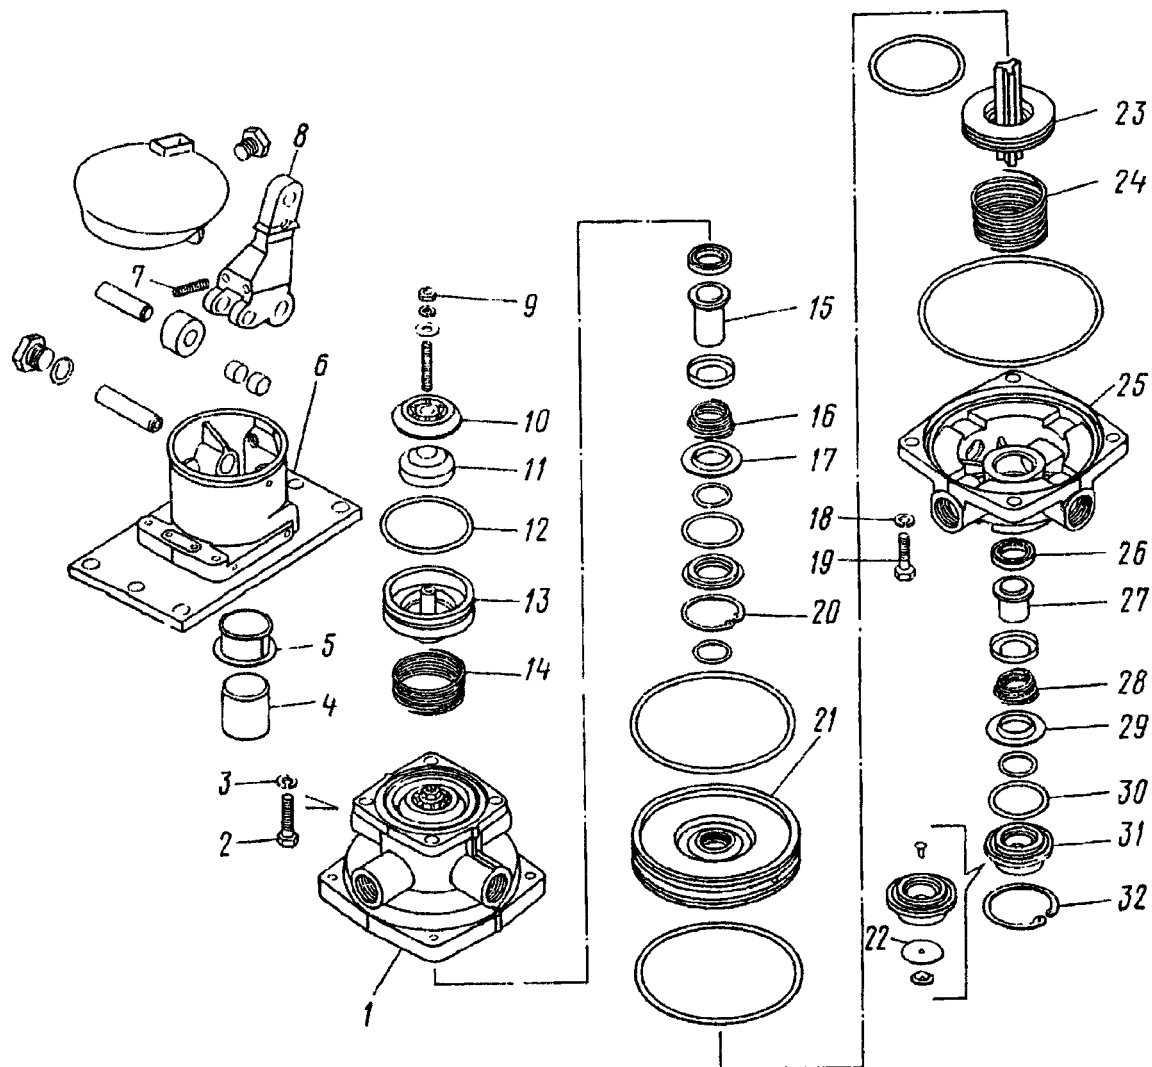

Рис. 306. Кран тормозной двухсекционный:
2. Снимите упорное кольцо 3? (рис. 306)	Специальные пассатижи И801.23.000-01 То же
16. Установите в следящий поршень 13 (см. рис. 306) упругий элемент 11 и тарелку 10, наверните гайку 9 крепления	Тормозный ключ 10 мм
Техническое условие. Установите регулировочный винт 7 (см. рис. 306) рычага 8 так, чтобы не было зазора между роликом и толкателем. Перед установкой винт должен быть покрыт уплотняющей композицией УГ-6 ТУ 01-2-559—76